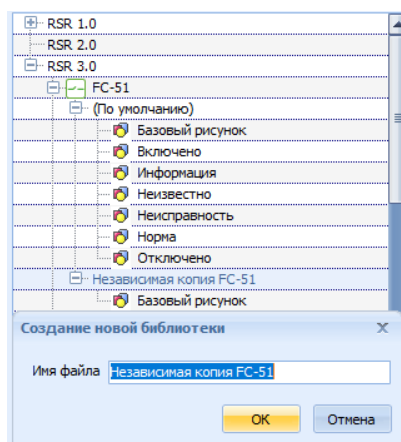

Рисунок 17.5 – В списке устройств добавлена независимая копия FC-51
- **Создать независимую копию устройства**, позволяет добавить в список пустую копию библиотеки данного устройства, в которую можно включить новые состояния (рисунок 17.5).